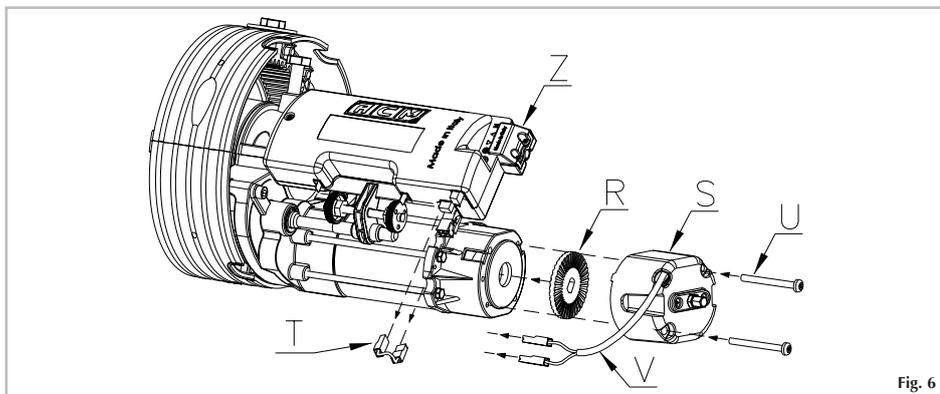

Fig. 6
- 1) Insert the brake (R) on the back of the electrical motor (see figure 6).
- 2) Fixing the electro-brake (S) to the motor through the screws M5x50 (U).
- 3) Remove the bridge (T) from the limit switch. **Do not damage the bridge pulling on the wire and keep it for future use**
- 4) Connect the electric cables (V) of the brake to the terminal of the limit switch.
- 1) Insérez le frein (R) à l'arrière du moteur électrique comme indiqué en fig.6
- 2) Fixer l'électro-frein (S) au moteur avec les vises M5x50 (U).
- 3) Enlever le pont (T) de fin de course. **Ne pas endommager le pont en tirant sur le fil et le conserver pour une utilisation future**
- 4) Connecter les câbles électriques (V) du frein à la borne de fin de course.
- 1) Insertar el frenos (R) en la parte posterior del motor eléctrico como mues la fig.6.
- 2) Fijar el electrofreno (S) al motor a través de los tornillos M5x50 (U).
- 3) Eliminar el Puente (T) del final de carrera. **No dañar el puente tirando del hilo y mantenerlo para su uso futuro**
- 4) Conectar los dos hilos electricos (V) del freno en el final de carrera.